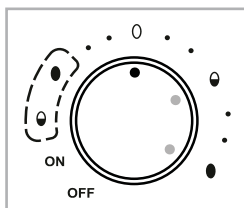

Fig. 4
- Vælg områdets **æggesymbol** (fig. 4), hvis æggene er større end gennemsnittet (størrelse XL):